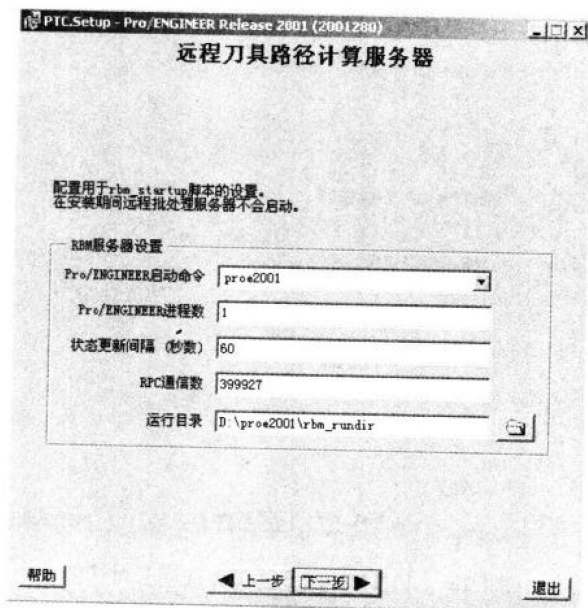

图 1-16 【远程刀具路径计算服务器】对话框
(19) 接受其中默认设置，继续单击下一步按钮，进入【远程刀具路径计算服务器】对话框，如图 1-16 所示。